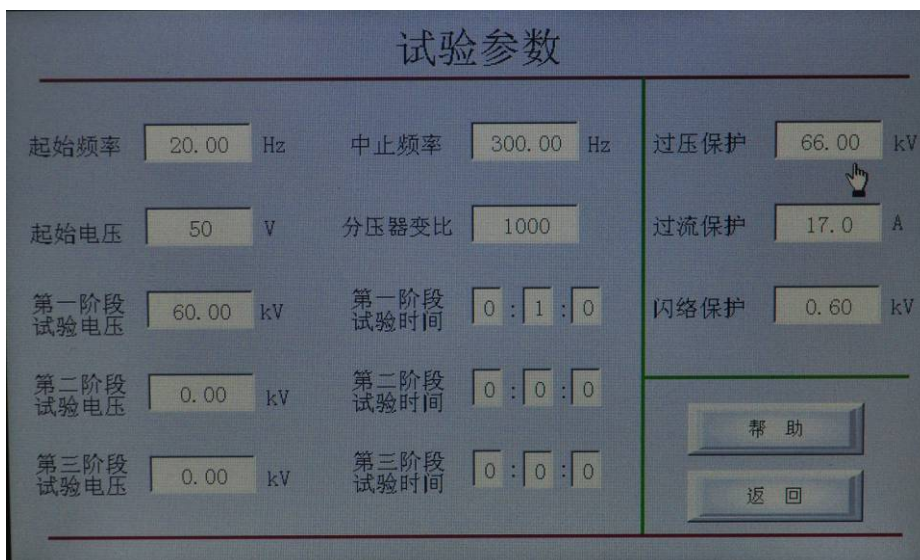

图3
4.2.2. 试验参数配置: 在每次试验前必须正确设置当次试验的各种参数! 点击“参数配置”后,显示界面如图3所示。